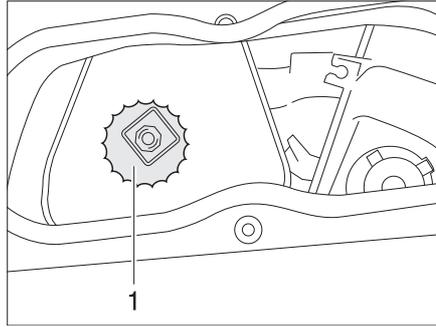

Bild 27 Deckel am Kühlwasser-Ausgleichsbehälter
- Den Deckel (Bild 27,1) vorsichtig öffnen und Druck entweichen lassen.
- Den Deckel (Bild 27,1) wieder auf den Kühlwasser-Ausgleichsbehälter schrauben.